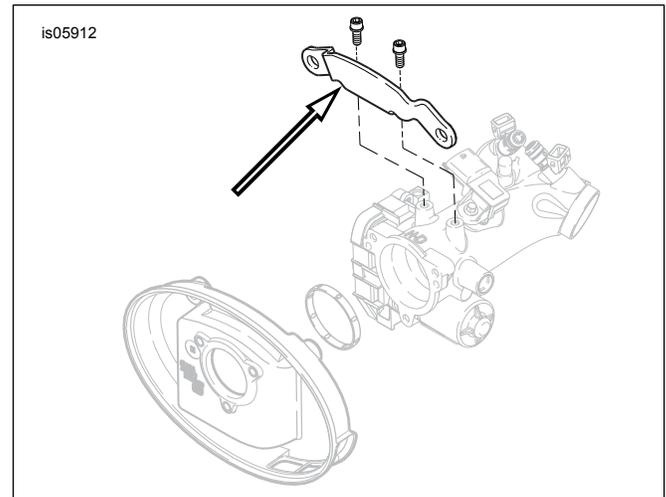

Figure 1. Retirer le support du module d'induction.
4. Voir Figure 1. Retirer et jeter le support du module d'induction.